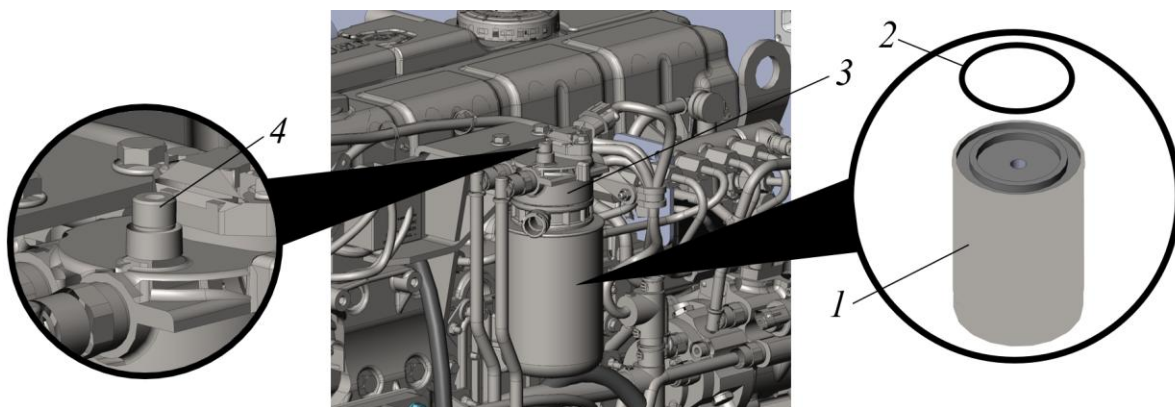

Рисунок 5.48. Фильтр тонкой очистки топлива
- Разместить подготовленную емкость  под фильтром тонкой очистки топлива 1, рис. 5.48.
- ▶ Аккуратно приоткрыть пробку 4 (рис. 5.48) для удаления воздуха. Как только воздух перестанет выходить закрыть (закрутить) пробку 4 на корпусе фильтра 3. Если воздух вышел не весь, а топливо не вытекает (отсутствует давление в контуре низкого давления), повторить предыдущую операцию.